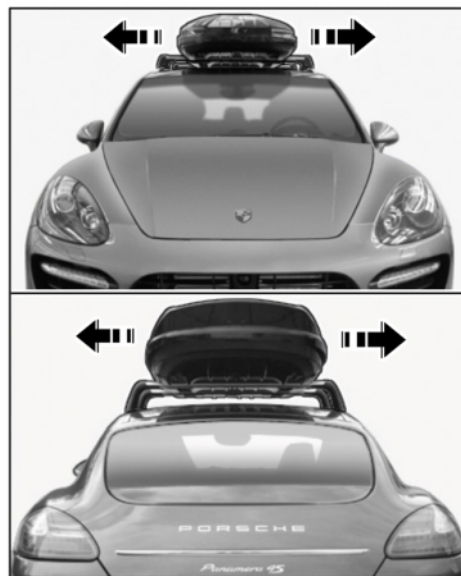

Figura 7
4.8.1 Lateral, con respecto al eje longitudinal del vehículo (⇒ *Figura 7*):